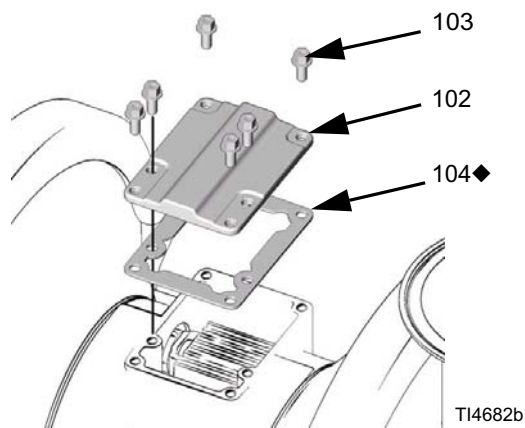

Рис. 12
9. Расположите прокладку (104) и крышку (102) клапана на одном уровне с шестью отверстиями в центральном корпусе (101). Закрепите детали шестью винтами (103) с помощью звездообразного ключа (T20) или торцового ключа 7 мм (9/32 дюйма). Затягивать следует с усилием 5,7—6,8 Н•м (50—60 футофунтов). Смотрите Рис. 12.